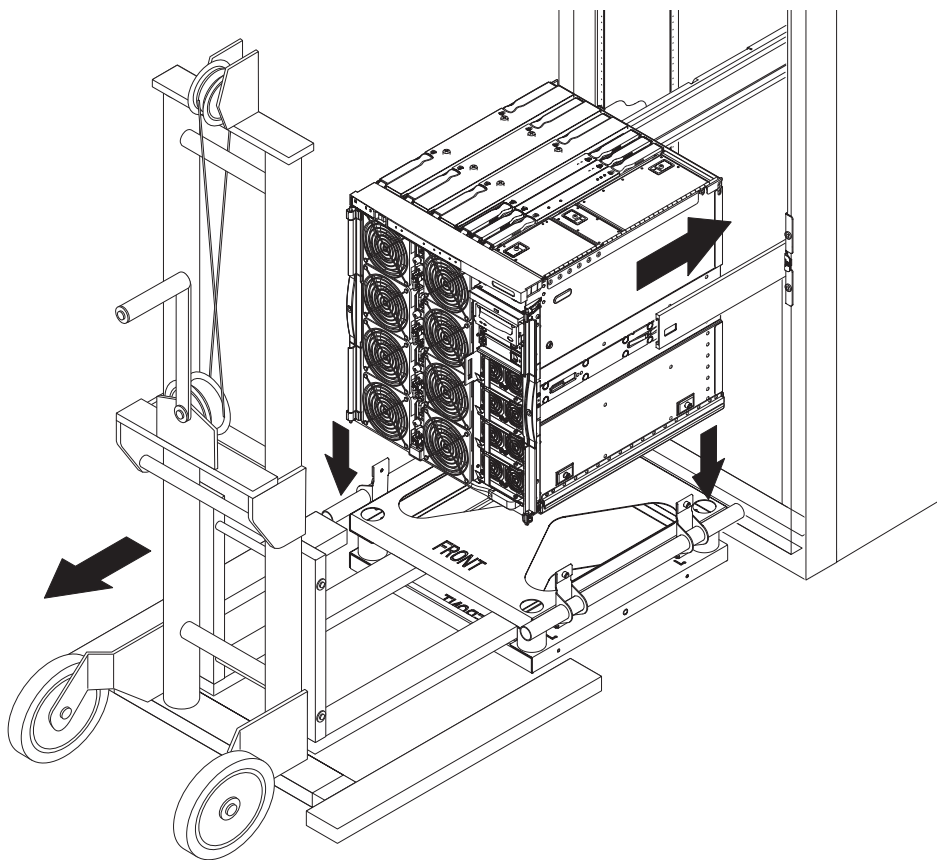

図 1-12 架台の取り外し
10. リフティングデバイスを使用して、作業の妨げにならない場所に架台を降ろします ( 図 1-12)。